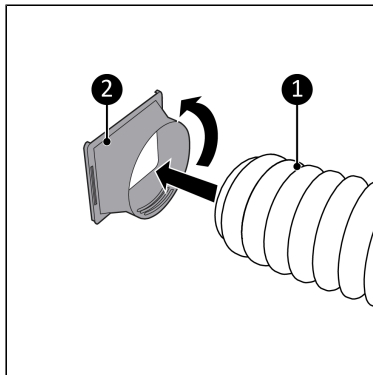

Figure 66.
1. Reliez le raccordement du flexible (Figure 66, pos. 2) à une extrémité du flexible de sortie d'air chaud (Figure 66, pos. 1).